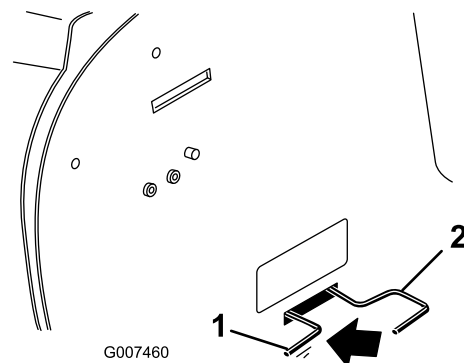

Bild 13
5. Drücken Sie die Antriebsstange hinein und schieben Sie sie nach links, um sie zu arretieren (nur Modell 70186) (Bild 13).